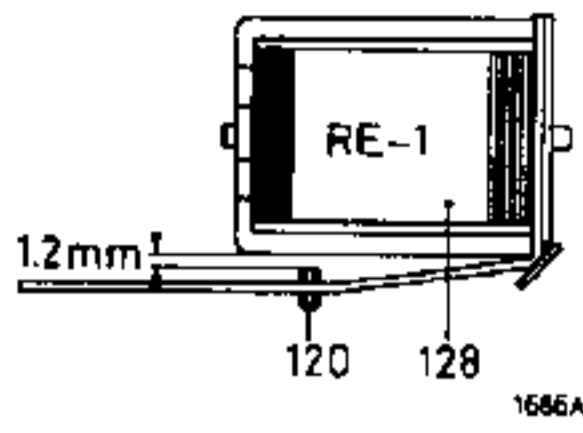

Fig. 13
3. Elektromagneet RE1 (zie fig. 13 en 14)